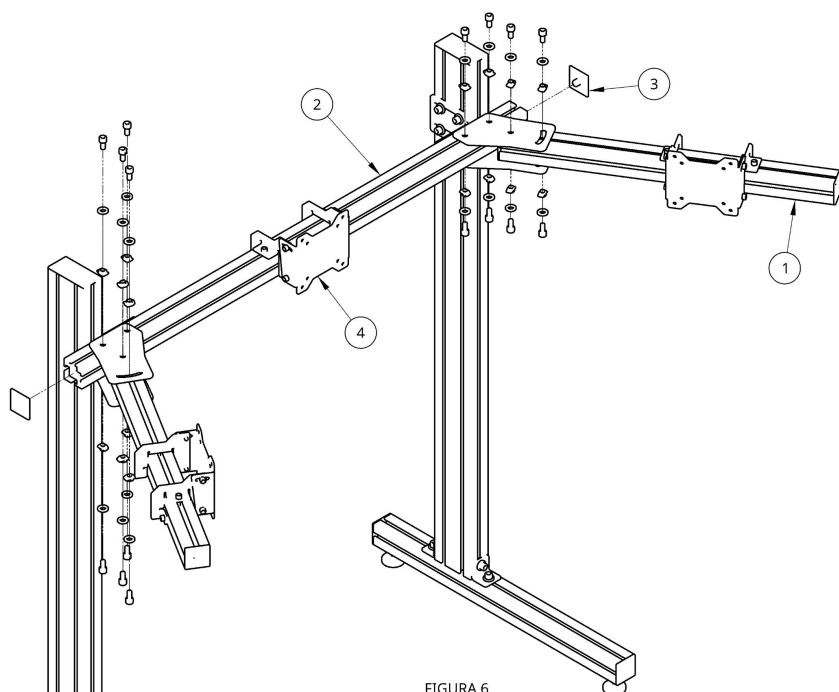

FIGURA 6
Com os suportes laterais (1) já montados, encaixe-os na barra central (2), como mostrado na Figura 6.